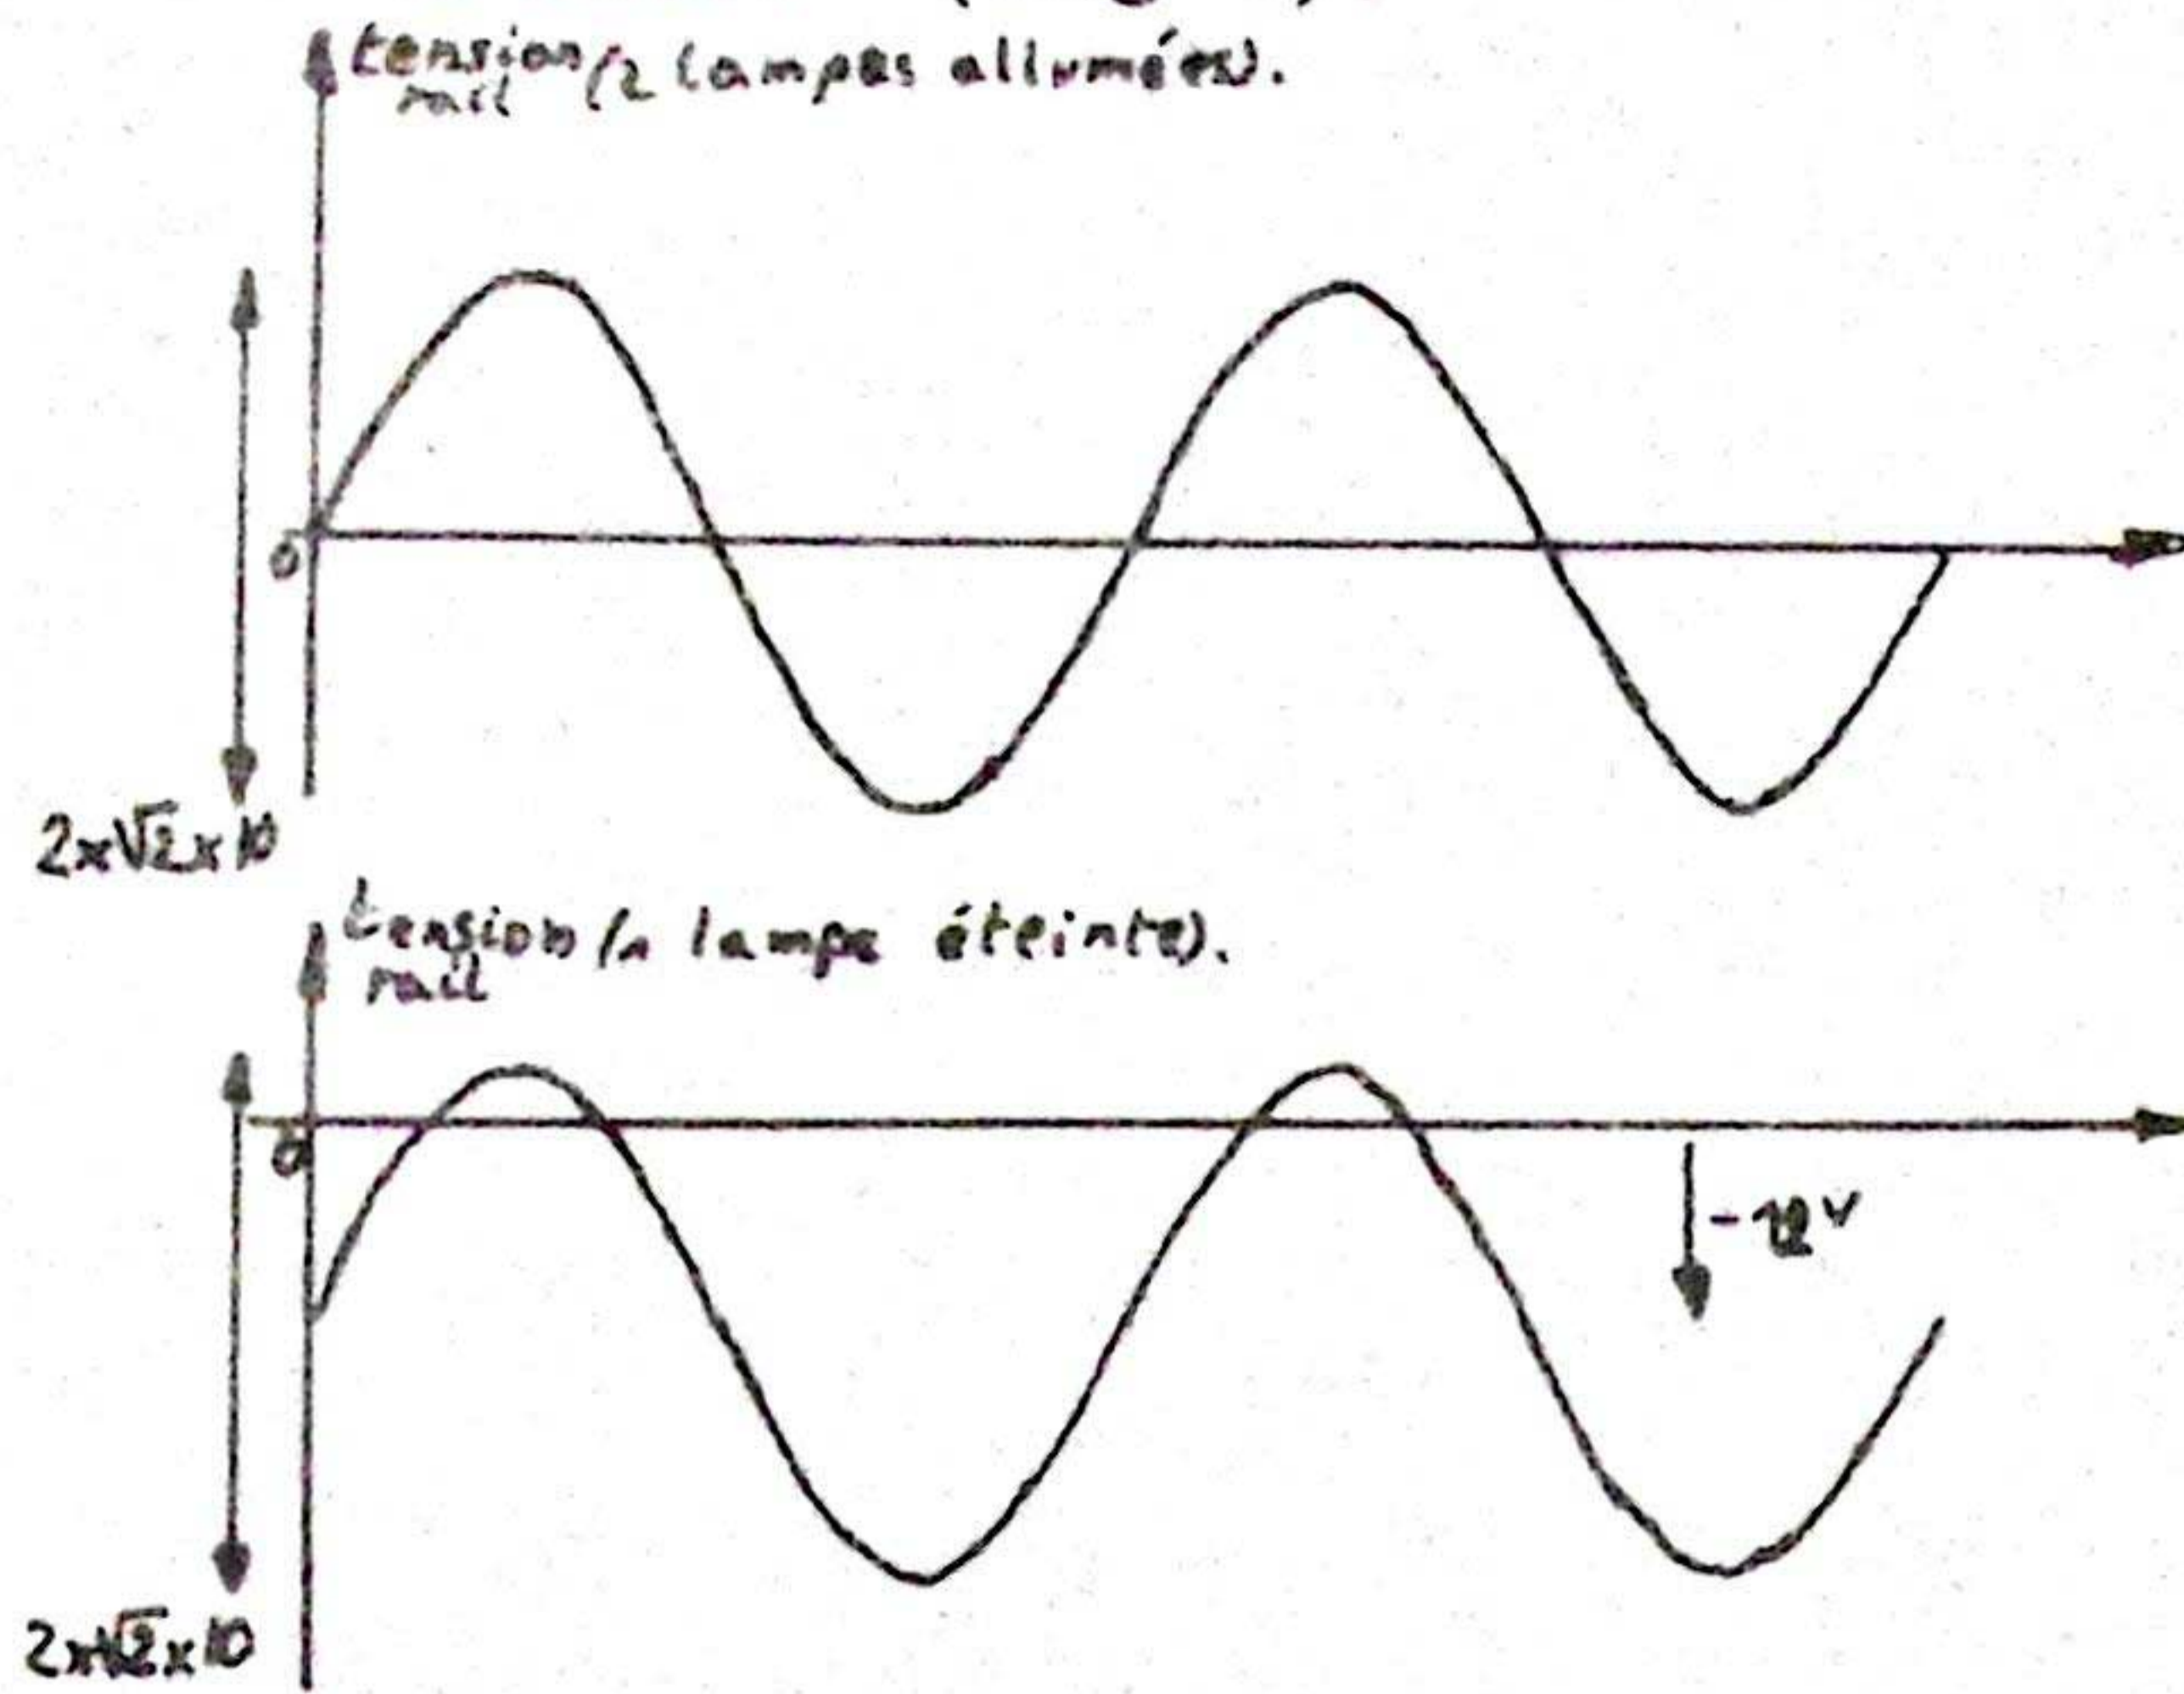

Fig 4: éclairage d'une locomotive équipée de diodes.
-vous constaterez que les feux des locomotives brillent à chaque extrémité même si elles sont équipées de diodes. A l'arrêt c'est normal, lorsque la tension continue ne sera plus nulle l'ampoule correspondant au sens de marche de l'engin brillera plus que l'autre\* (fig 4).